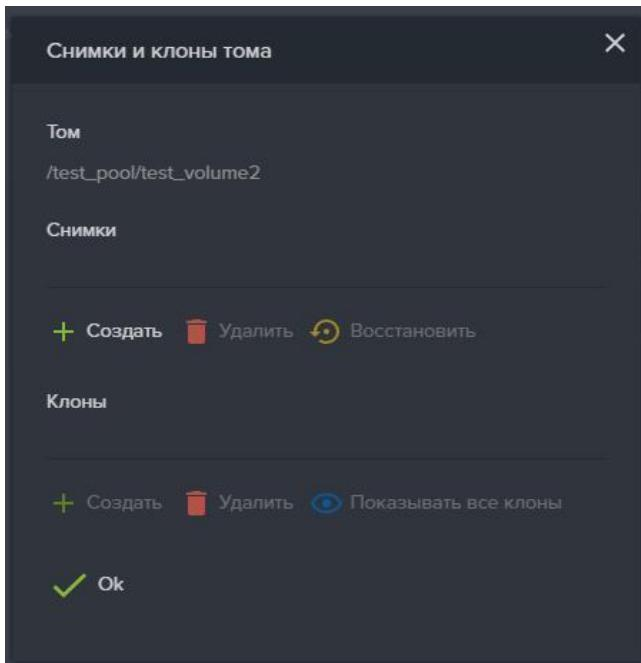

Рисунок 122. Создание снимка Тома
3. В открывшемся окне нажмите кнопку «Создать» в разделе «Снимки» (см. Рисунок 122);